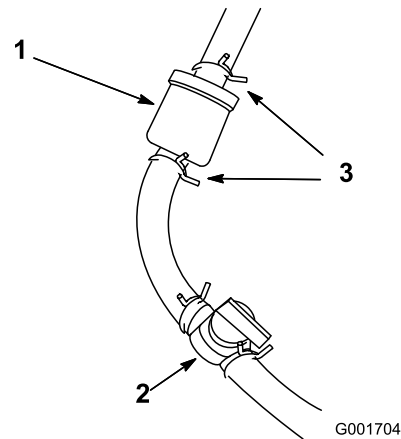

図 45
1. 燃料バルブを閉じる 図 45。
2. フィルタの下に回収容器を置き、フィルタのキャブレタ側のホースクランプをゆるめて燃料ラインからフィルタを外す (図 45)。